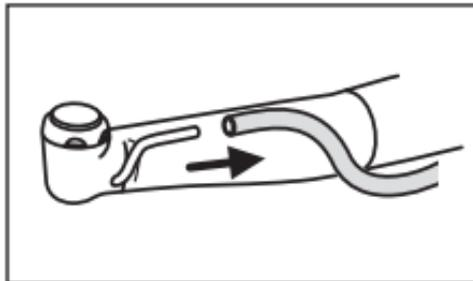

Fig. 11
- 5) Retirez le tube d'irrigation (Fig. 11).